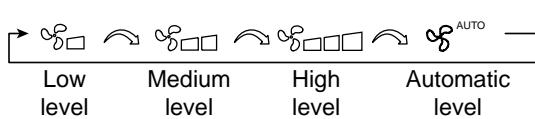

Fig. 26: Réglage de la vitesse du ventilateur
- Chaque pression sur la touche FAN modifie la vitesse du ventilateur dans la séquence indiquée à Fig. 26.